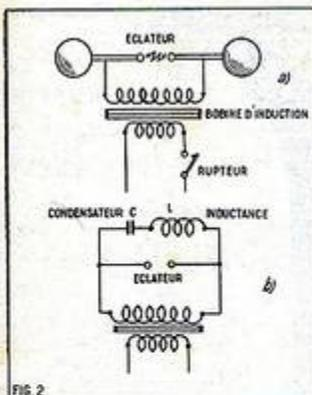

FIG. 2. — L'émetteur de Hertz était un circuit oscillant à propriétés réparties.
L'émetteur de Hertz était, en principe, constitué comme nous l'indiquons sur la figure 2 a. Une bobine d'induction alimentait les deux boules d'un éclateur. Celles-ci étaient prolongées par deux sphères d'assez grand diamètre... En somme, Hertz devait son temps d'environ un demi-siècle... car il avait réalisé un circuit à propriétés réparties, exactement comme les cavités résonnantes dont on se sert aujourd'hui pour la production d'ondes centimétriques et décimétriques. Hertz produisait effectivement des oscillations correspondant à une longueur d'onde inférieure à un mètre. Il est d'ailleurs fort heureux qu'il en fut ainsi... Sinon, il n'aurait pu mener à bien sa démonstration !
L'équivalent de son montage est représenté sur la figure 2 b. On voit bien ainsi qu'il s'agit d'un générateur d'ondes amorties.
Fixez le bloc d'accord (B) à l'emplacement indiqué sur la figure 2. Ensuite, fixez les 5 supports de lampe (fig. 2), l'ergot de guidage de ces supports doit être tourné vers la partie arrière du châssis. Puis on fixe les deux transformateurs moyenne fréquence (MF1 et MF2). L'orientation de ceux-ci doit être telle qu'elle permette des connexions les plus courtes possibles, et ne se chevauchant pas. Enfin on fixe sur le châssis le transfo de sortie (TR), les redresseurs secs haute tension (RD1 et RD2) et les selfs de filtrage haute tension (SF et SA), aux emplacements indiqués sur les figures 2 et 3.
Tournez votre châssis à l'envers, de manière qu'il se présente comme sur la figure 2, et ensuite établissez les connexions suivantes, et soudez les aux points figurant sur le schéma de réalisation (fig. 1).